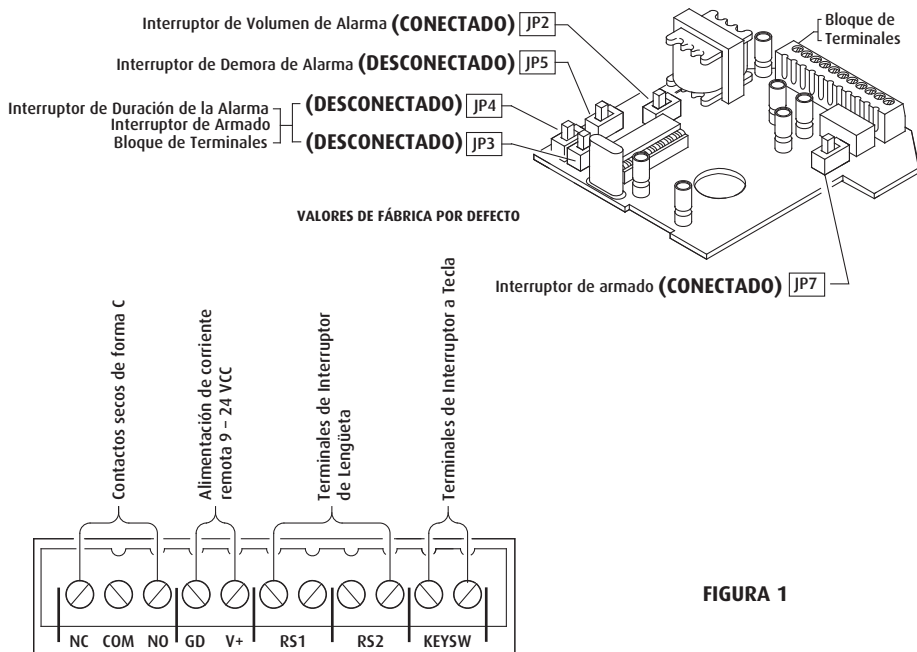

FIGURA 1
3. Coloque los interruptores, del circuito impreso, en la calibración de alarma (Figura 1).
4. Verifique la calibración conectando la batería o la fuente de alimentación externa. Si se emplea una fuente de alimentación externa se necesita de un transformador Clase II de la Lista UL. Si hay corriente en la bornera (Figura 1) la batería de 9V está bajo consumo de alimentación de espera sin carga.
2. Conecte el primer interruptor de lengüeta en RS1 y el segundo en RS2 (Figura 7). (En referencia a la Figura 1 los detalles adicionales en la página 4.)
2. Conectar con dos cables conductores (14-24 AWG) de los terminales COM y NO de la unidad principal al bloque de terminales de la unidad de bocina remota (no se suministra el cable). Las unidades pueden montarse separadas hasta 300 pies. No son sensibles a la polaridad (ver detalles en Figura 1 y Figura 7).